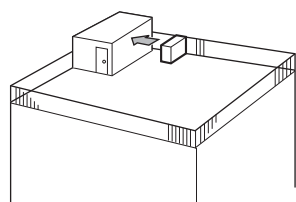

Fig. 3-2
- ① Rikta luftutblåset mot närmaste vägg, cirka 50 cm från väggen. (Fig. 3-2)